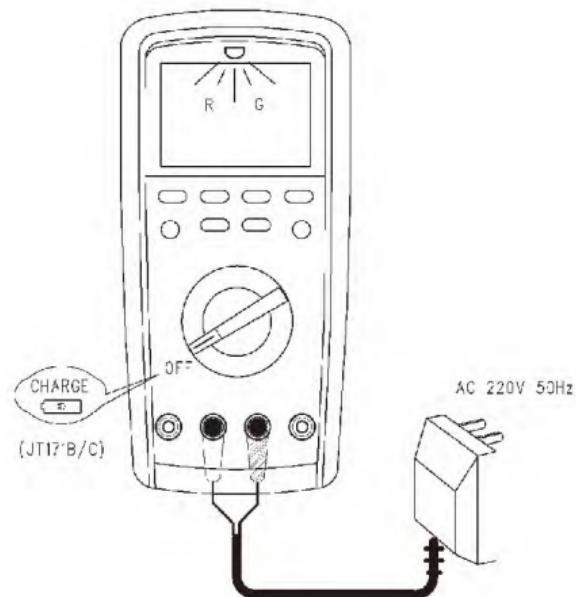

рис.14
* Зарядка встроенной рабочей литиевой батареи: [см. рис.14]